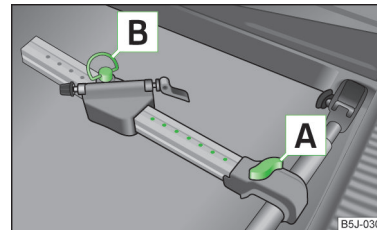

Abb. 57
- › Die Schraube **A** » Abb. 57 etwas herausziehen und den Längsträger (Alu-Teil) zum Querträger schieben, bis die Fassung einrastet.
- › Die Schraube » Abb. 57 auf Seite 69 lösen und den Fahrradträger zusammen mit dem befestigten Fahrrad nach links schieben, sodass es zwischen dem Lenker und dem Seitenfenster des Gepäckraums zu keiner Kollision kommen kann.